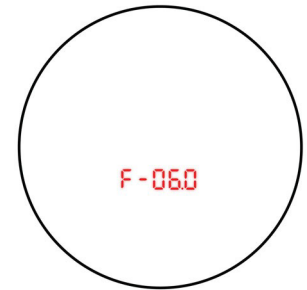

Abbildung 9
2. Wenn Sie durch das Okular blicken, wird die Firmware-Version angezeigt. In Abbildung 9, wird F-06.0 als Beispiel verwendet.